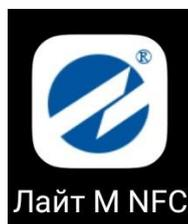

Рис.1. Иконка приложения «Лайт М NFC».
- после установки приложения на рабочем столе или в меню приложений появится иконка установленного ПО «Лайт М NFC» (рис.1).
Запуск приложения «Лайт М NFC» осуществляется нажатием на соответствующую иконку (рис.1),